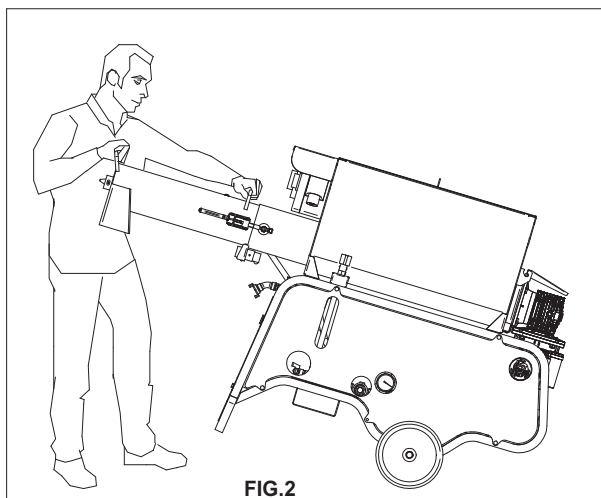
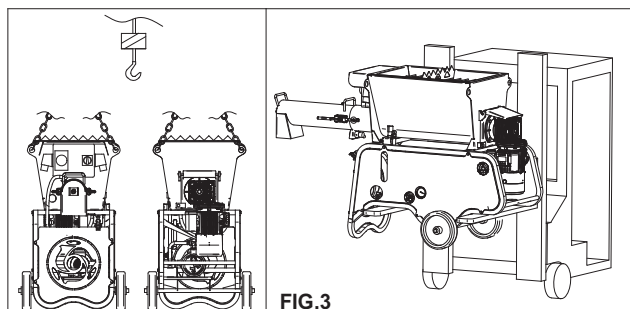

FIG.2
FIG.3
8. TRANSPORT (voir fig.2 et fig.3)
De plus, il faut qu'il y ait le moins de matériau possible en trémie. Soulever le mélangeur au moyen des poignées spéciales (fig.2) et pousser dans la direction souhaitée.
- ATTENTION ! Pour le levage de la machine, n'utiliser sous aucun prétexte des points d'accrochage différents de ceux indiqués sur la figure 3.
Pour soulever la machine, utiliser les quatre anneaux spécialement prévus (fig. 3).